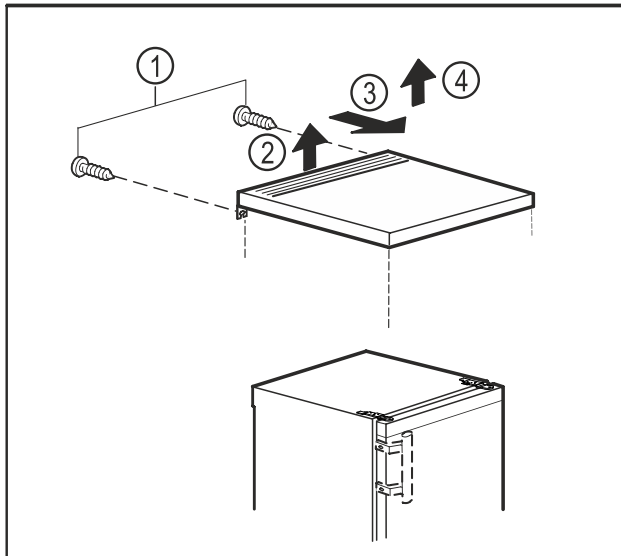

Fig. 10
- Poista takapuolella olevat ruuvit. Fig. 10 (1)
- Nosta pöytälevyä takaa. Fig. 10 (2)
- Työnnä pöytälevyä eteenpäin. Fig. 10 (3)
- Ota pöytälevy ylöspäin pois. Fig. 10 (4)